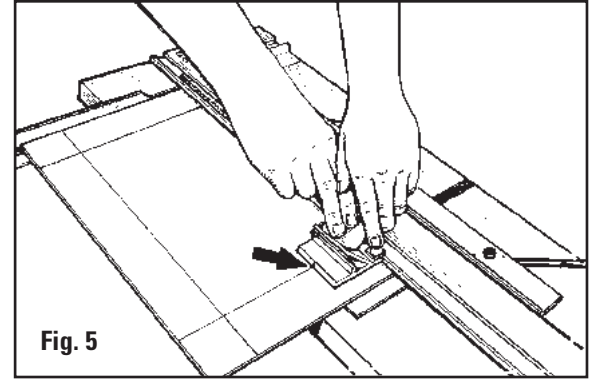

Fig. 5
- Placez le couteau de sorte que le repère de début et de fin s'aligne avec la ligne tracée la plus proche de la partie supérieure de l'appareil. **Fig. 5**
- Avec la main gauche, appuyez sur le goujon anti-glissement et faites pivoter fermement le support de lame dans la feuille. **Fig. 5**
- Positionieren Sie den Schneider so, dass die Start- und Stopp-Anzeigelinie mit den markierten Linien oben auf der Maschine ausgerichtet sind. **Abb. 5**
- Drücken Sie mit der linken Hand den Kriechschutzstift und drehen Sie den Klingenhalter fest nach unten in das Passepartout. **Abb. 5**
- Coloque el cortador de modo que la línea Indicadora de Inicio y de Parada se alinee con la línea marcada lo más cercana posible a la parte alta de la máquina. **Fig. 5**
- Presione hacia abajo con la mano izquierda el Pasador Anti-Arrastre y gire firmemente el Sujetador de la Cuchilla abajo dentro de la lámina perimétrica. **Fig. 5**
- Posizionare la taglierina in modo tale che l'indicatore di inizio e di fine si allinei con la linea tracciata più vicina alla cima dell'attrezzo. **Fig. 5**
- Con la mano sinistra premere il perno anticiclivo e inserire il portalama nel passepartout ruotandolo verso il basso. **Fig. 5**
- Faites glisser la butée du rail de guidage jusqu'à ce qu'elle entre en contact avec la tête de découpe en biseau et serrez. **Fig. 5**
- Deslice el tope del carril guía superior hacia usted hasta que haga contacto contra el cabezal de corte biselado y apriete. **Fig. 5**
- Schieben Sie den oberen Führungsschienenanschlag zu sich hin, bis er Kontakt mit dem Winkelschneidekopf hat. Ziehen Sie ihn dann fest. **Abb. 5**
- Far scorrere verso di voi l'arresto superiore della rotaia di guida finché non tocchi la testa per tagli a smusso e serrare. **Fig. 5**